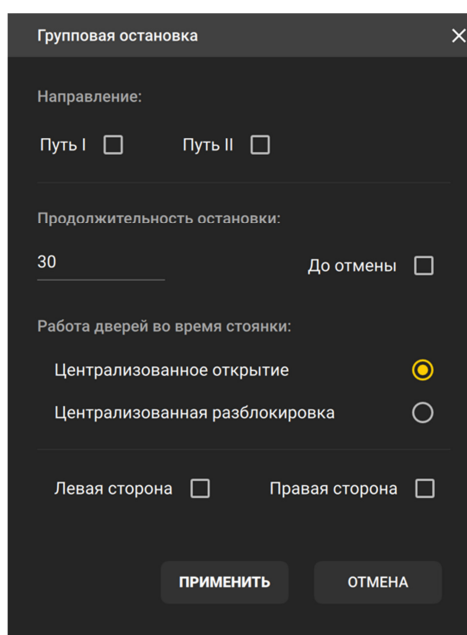

Рисунок 4.9 Настройка параметров безусловной остановки для группы поездов
2. В появившемся всплывающем окне (рис. 4.9) настройте параметры остановки (таблица 4.1):
2. В появившемся всплывающем окне (рис. 4.9) настройте параметры остановки (таблица 4.1). Настройка остановки происходит аналогично настройке «Безусловной остановки»